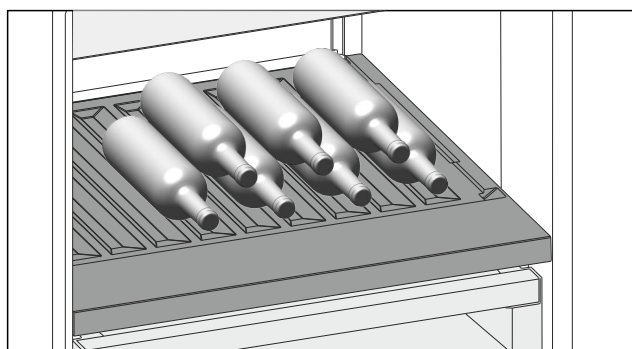

Fig. 97
- Láhve ukládejte dnem dozadu k zadní stěně. (viz Fig. 97)